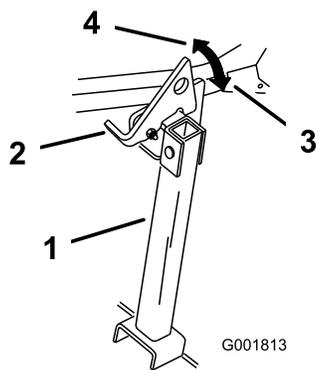

Figura 33
2. Levante el enganche a la posición desbloqueada (Figura 33).